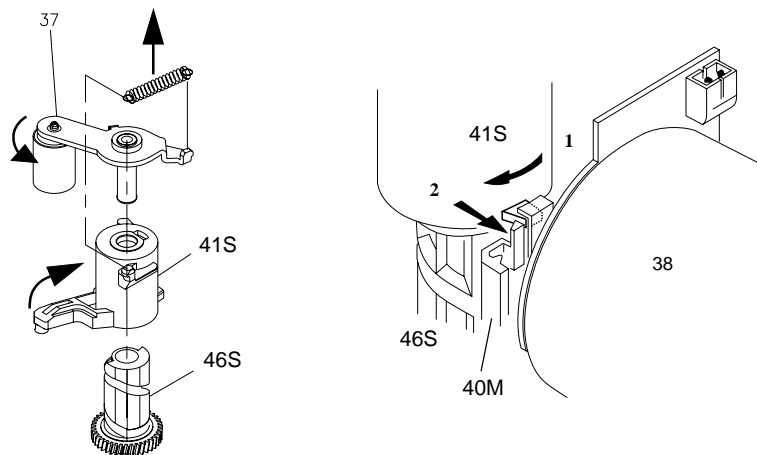

Fig. 18
- Feder der Andruckrolle aushaken und entfernen (Fig. 18).
- Führung (Pos. 41S) aus der Nut des Fädelmotorhalters (Pos. 40) aushaken und so weit im Uhrzeigersinn verdrehen, bis die Andruckrolle und die Führung (Pos. 41S) entriegelt und abgenommen werden können (Fig. 18).
- Unhook and remove the pressure roller spring (Fig. 18).
- Release the pressure roller guide (pos. 41S) from the guide in the threading motor holder (Pos. 40) and turn the pressure roller guide assembly clockwise until the pressure roller and the guide (Pos. 41S) can be released and removed (Fig. 18).